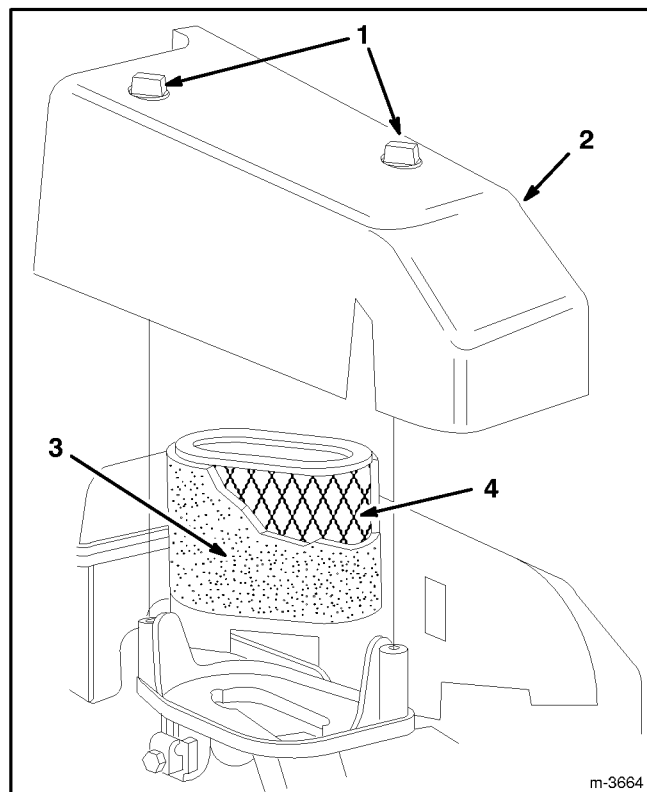

Abbildung 16
2. Zwei (2) Knöpfe entfernen, mit denen die Luftfilterabdeckung am Motor befestigt ist (Abb. 16).